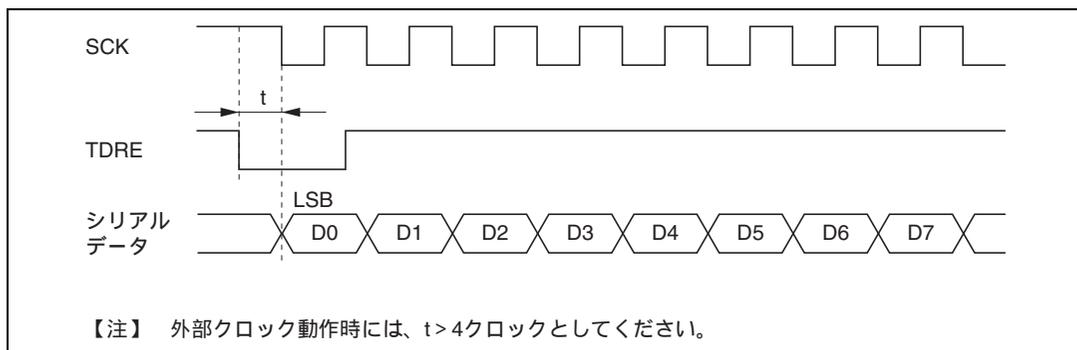

図 13.22 DTC によるクロック同期式送信時の例
(7) DMAC または DTC 使用上の制約事項
- (a) 同期クロックに外部クロックソースを使用する場合、DMAC または DTC による TDR の更新後、φクロックで 5 クロック以上経過した後に、送信クロックを入力してください。TDR の更新後 4 クロック以内に送信クロックを入力すると、誤動作することがあります。(図 13.22)